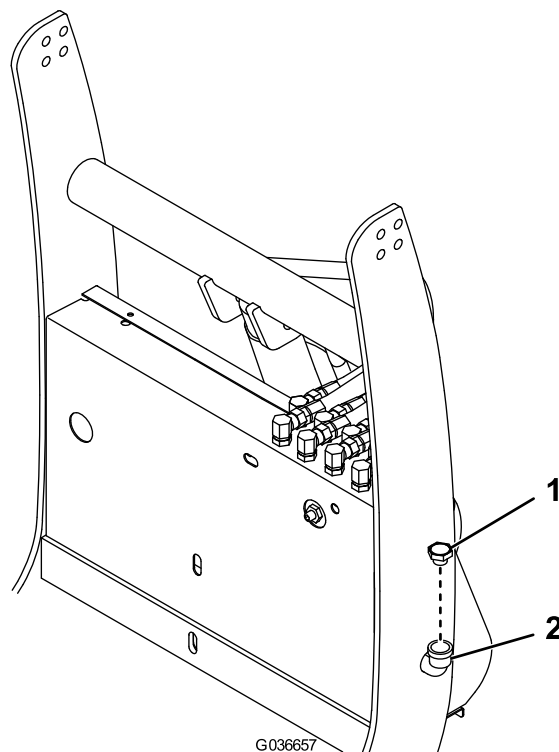

Bild 32
2. Reinigen Sie den Bereich um den Fülldeckel (Bild 32).
3. Nehmen Sie den Fülldeckel vom Hydraulikbehälter ab (Bild 32).